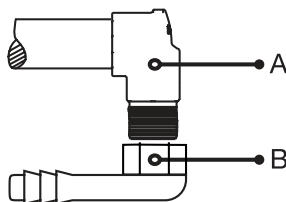

Fig. 11
1. Ensamble y ajuste el racor (A) al racor (B) por el extremo roscado 3/8 NPT Fig. 11.